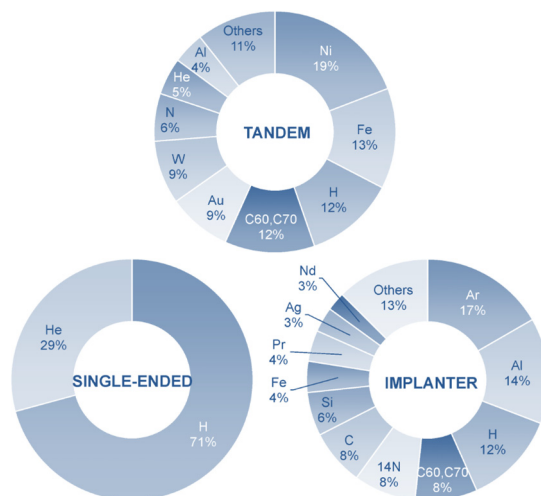

Figure 3: Utilization rates of ion species for each electrostatic accelerator in fiscal 2021.
Figure 3 は 3 台の静電加速器で利用されたイオン種の内訳を示す。タンデム加速器では軽イオンの利用は少なく、フラーレン C_{60} に代表されるクラスタービームの照射効果の研究や重イオンの打ち込みによる半導体の欠陥エンジニアリングの研究などが行われる。シングルエンド加速器は軽イオン専用であり、プロトン・マイクロビームを用いた物質表面の微細領域の元素分析やプロトン・ビーム・ライティング (PBW) による微細加工の実験が行われる。地下の第 5 ターゲット室では電子ビームの照射も可能であるが、2021 年度の利用はなかった。イオン注入装置については、重イオンやフラーレンの利用が多く、近年では、ダイヤモンド中に窒素-空孔 (NV) センターを近接距離に複数形成する [7] ためにアデニン ($\text{C}_5\text{H}_5\text{N}_5$) やフタロシアニン ($\text{C}_{32}\text{H}_{18}\text{N}_8$) を用いた実験も行われている。